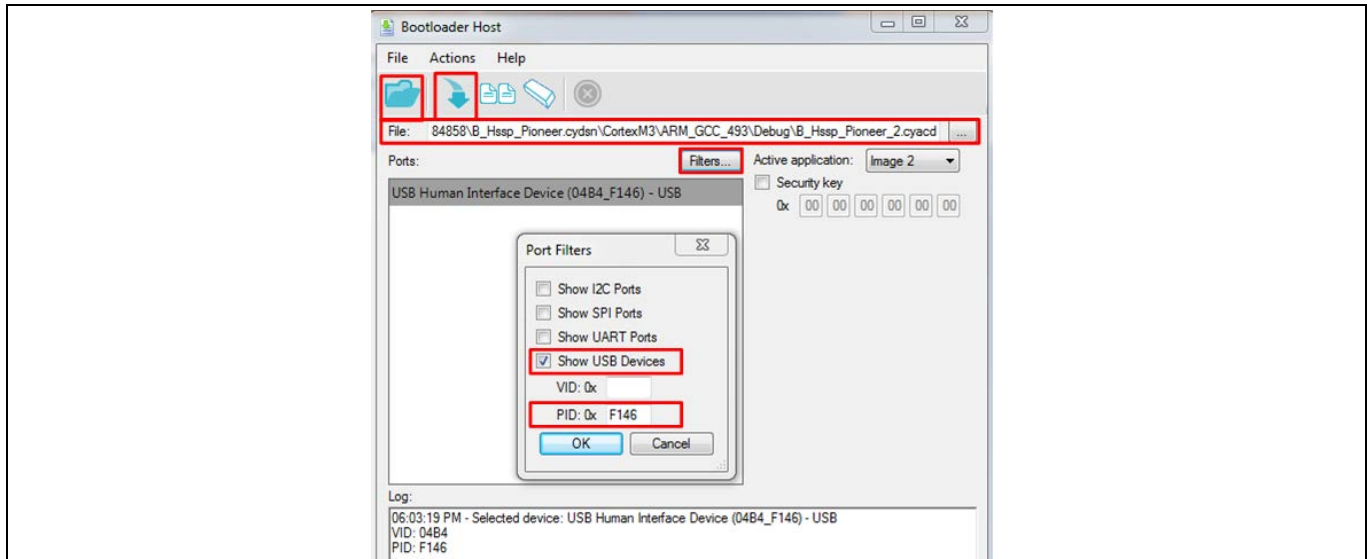

Figure 12 Bootloader 主机应用程序
- c) 在 PID 字段中输入‘0XF146’ (请参阅 Figure 12)。